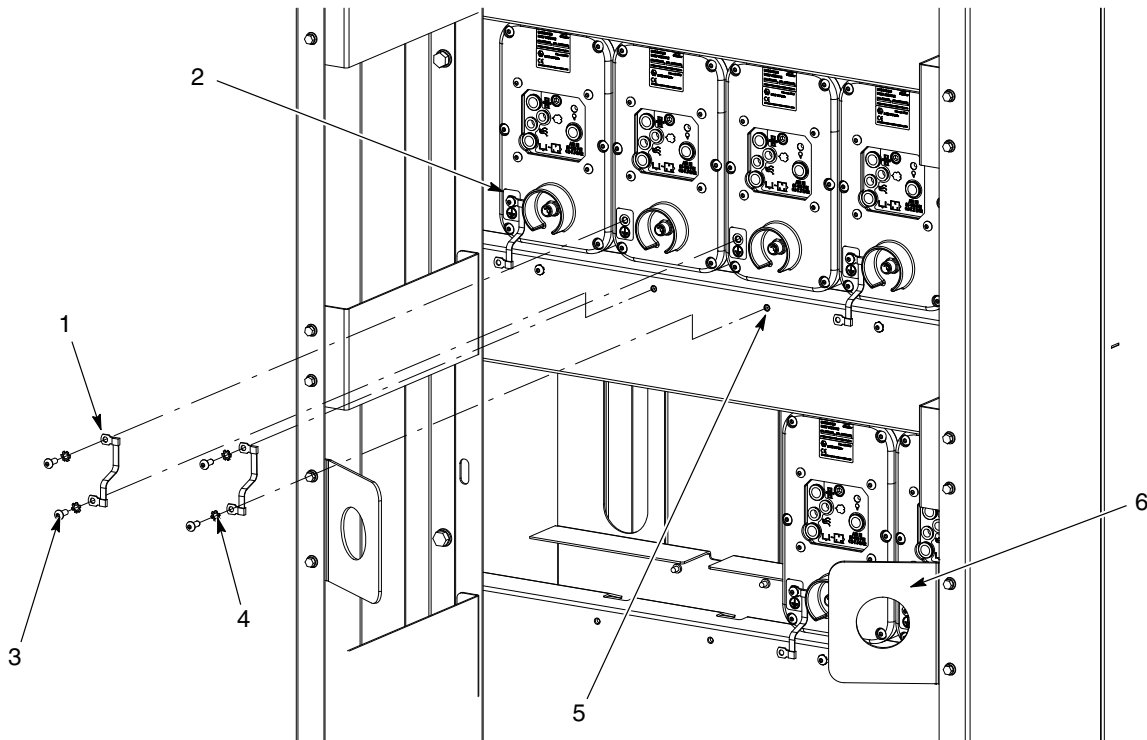

Figura 6 Sustitución de las bandas a masa
1. Ver la figura 6. En caso de que deba sustituirse la banda a masa (1), desconectar la alimentación al sistema.
2. Posteriormente extraer la puesta a tierra desgastada o dañada desde el puesto (2) en la parte posterior del módulo de la bomba.
3. Extraer el resto de la banda a masa extrayendo el tornillo (3) y la arandela de bloqueo (4) desde su posición (5) en el armario de la bomba. Invertir el proceso para instalar una nueva banda a masa.
**NOTA:** La guía de la manguera (6) es una opción para enroscar las líneas entrantes desde el armario donde las líneas de suministro y succión vienen a través de la bomba.